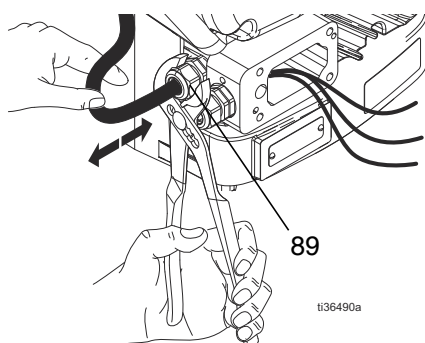

ABB. 13: Gebläsedrähte entfernen
- Die Drähte durch die Gebläsekabelklemme (89) führen, die am Antrieb angebracht ist (siehe ABB. 13 auf Seite 15).
- Die Gebläsekabelklemme (89) festziehen (siehe ABB. 13 auf Seite 15).